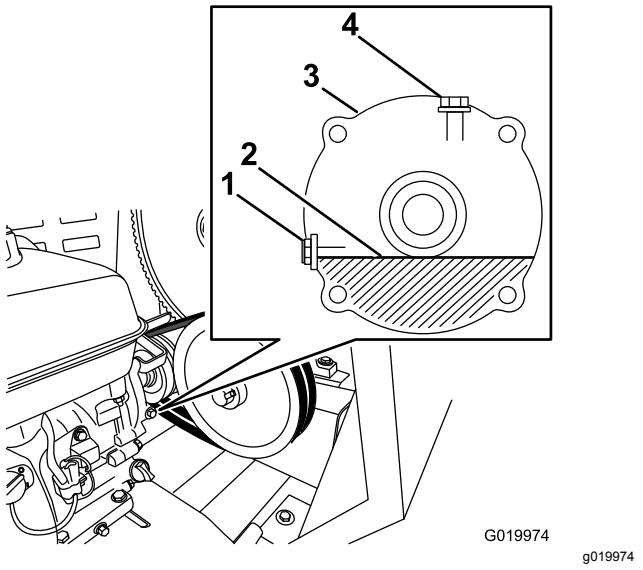

Figure 59
5. Localisez le carter réducteur entre le moteur et la poulie de moteur (Figure 59).
7. Retirez le boulon et la rondelle de contrôle de niveau d'huile de l'orifice de niveau d'huile (Figure 59).
- A. Retirez le boulon et la rondelle de l'orifice de remplissage au sommet du carter réducteur (Figure 59).
- C. Placez le boulon et la rondelle sur l'orifice de remplissage du carter réducteur, et serrez le boulon (Figure 59).
8. Lorsque l'huile est au niveau du filetage au bas de l'orifice de niveau d'huile, remettez le boulon et la rondelle de contrôle de niveau d'huile sur l'orifice, et serrez le boulon (Figure 59).
11. Versez lentement l'huile spécifiée dans l'orifice de remplissage jusqu'à ce que le niveau atteigne le filetage au bas de l'orifice de niveau d'huile (Figure 59).